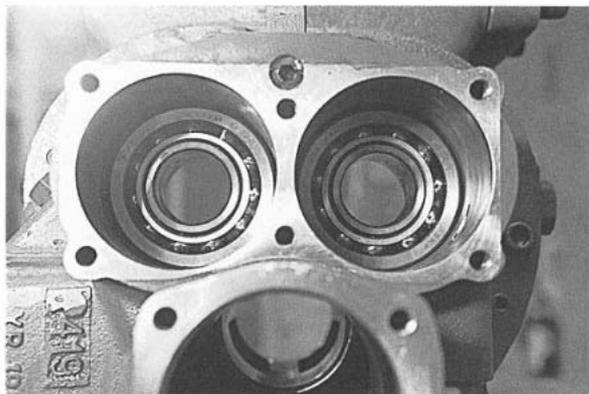
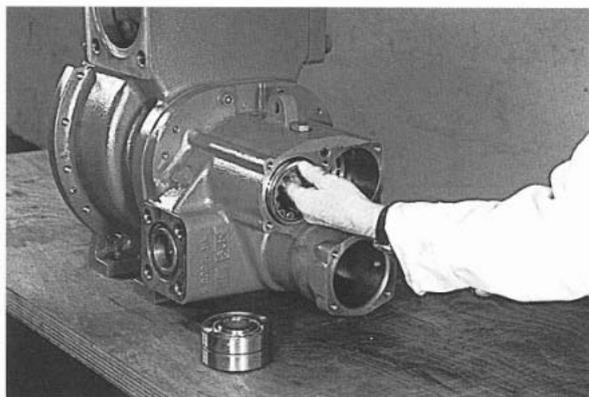
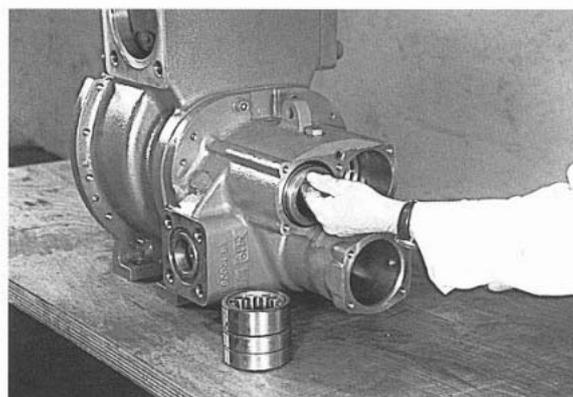

Рис. 67
Рис. 69
Рис. 70
42. Радиально-упорные подшипники, (рис. 67 и 68) внешнюю беговую дорожку и обойму цилиндрического роликового подшипника (рис. 69) и плавающую втулку (рис. 70) можно затем снять с обеих сторон ("папа" и "мама") выходного кожуха.